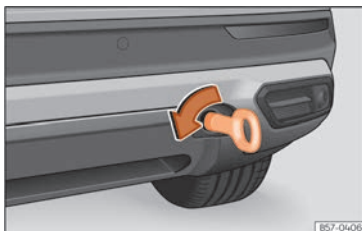

Fig. 48 No lado direito do para-choques traseiro: argola de reboque enroscada.
- Enrosque a argola de reboque no alojamento girando-a ao máximo **no sentido contrário ao dos ponteiros do relógio** »» Fig. 48»» ❶. Utilize um objeto adequado com o qual possa enroscar completa e firmemente a argola de reboque no seu alojamento.